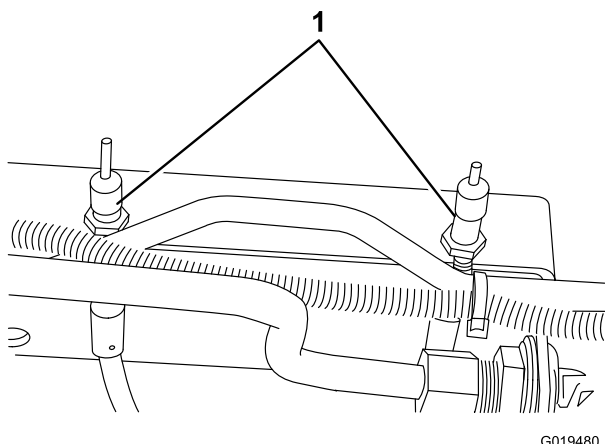

Figura 72
2. Per ridurre il gioco dei pedali del freno, stringete i freni allentando il dado anteriore sull'estremità filettata del cavo del freno (Figura 72). Serrate quindi il dado posteriore per spostare indietro il cavo fino ad ottenere un gioco compreso tra 1,25 e 2,5 cm per i pedali dei freni. Serrate i dadi anteriori dopo avere regolato correttamente i freni.